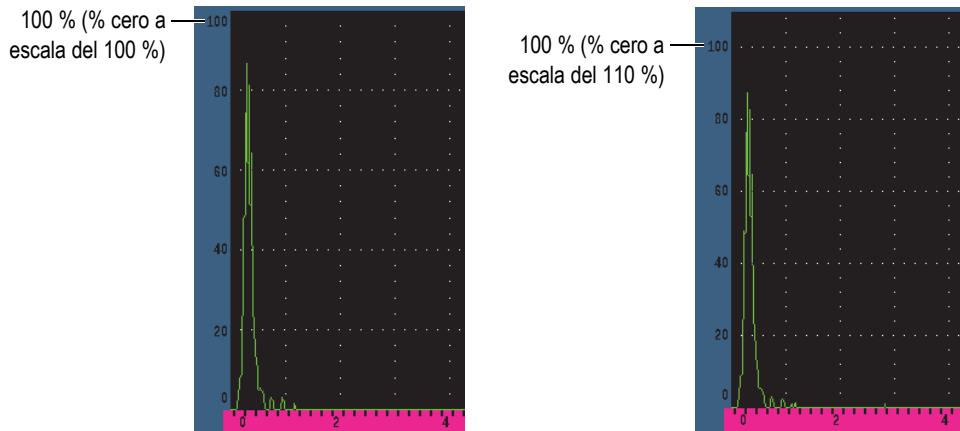

Figura 6-5 Modos de cuadrícula del eje Y: 100 % (izquierda), 110 % (derecha)
5. Seleccione el modo de cuadrícula deseado del eje Y (vea la Figura 6-5 en la página 150).